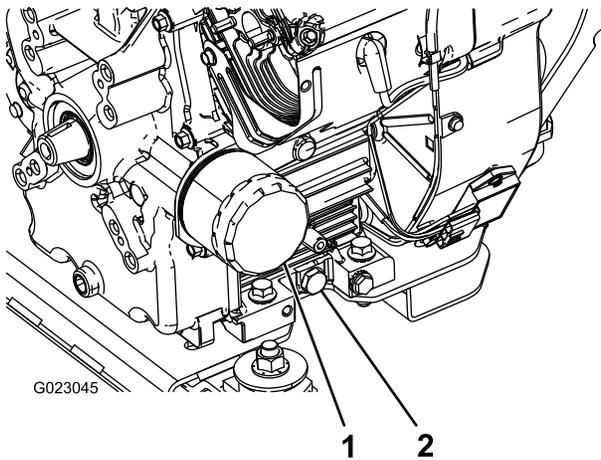

Figura 41
5. Retire o tampão de escoamento (Figura 41).
2. Retire o filtro do óleo (Figura 41).
5. Coloque o filtro de substituição no adaptador do filtro. Rode o filtro de óleo no sentido dos ponteiros do relógio até que a junta de borracha toque no adaptador do filtro e, em seguida, aperte o filtro mais 1/2 volta (Figura 41).